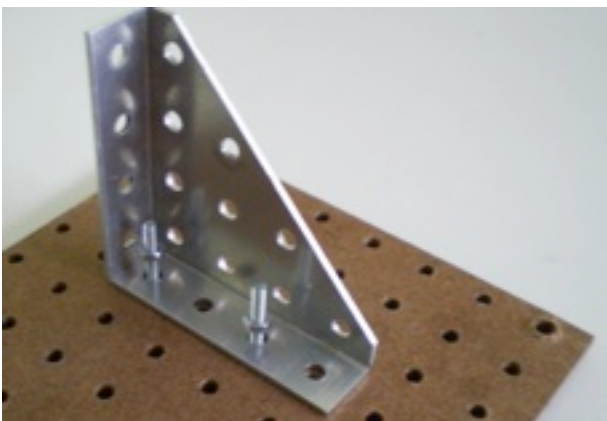
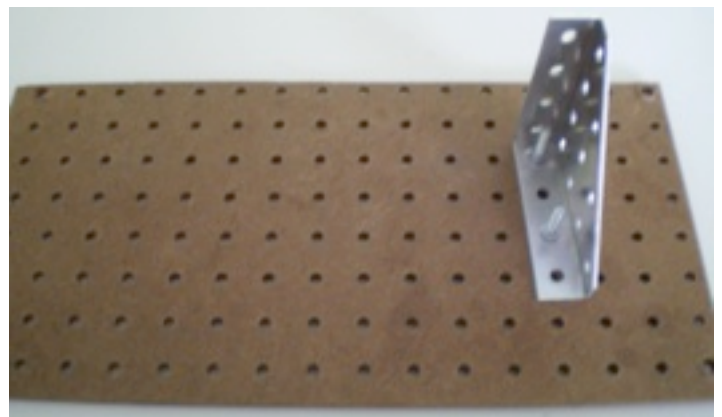

Figura 2. Sujeción de la primera escuadra
Figura 3. Posición de la primera escuadra
1. Colocar la primera escuadra sujeta a la base con dos tornillos y sus correspondientes tuercas tal y como indica la figura 2. La escuadra quedará posicionada en la base como refleja la figura 3.